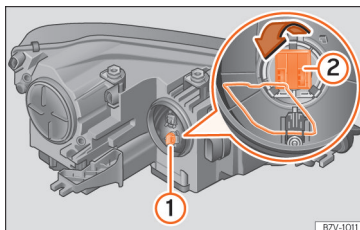

Abb. 65 Blinklichtlampenhalter **①** und Abbiegelicht **②**.
- Lampenhalter **»» Abb. 65 ①** bis zum Anschlag nach links drehen und mit der Glühlampe nach hinten herausziehen.
- Drahtbügel in Pfeilrichtung kräftig nach unten drücken und Lampenhalter **②** **»» Abb. 65** mit der Glühlampe nach hinten herausziehen.